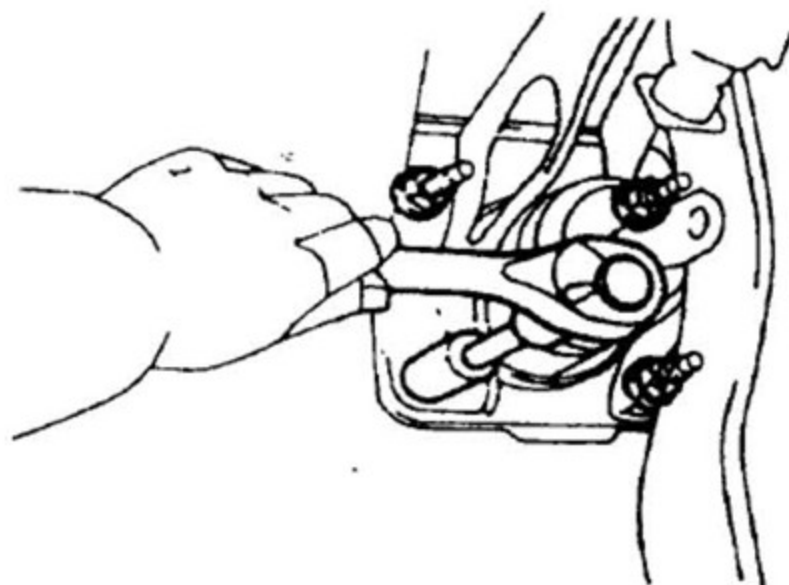

图3-10
- (2) 脱开制动灯连接器。
- (3) 拆下4个螺母和制动踏板支架, 如图3-10 所示。
(1) 用4个螺母安装制动踏板支架（见图3-10），拧紧力矩： $13\text{N} \cdot \text{m}$ 。
(2) 连接制动灯开关接头。
(3) 把螺栓装入制动踏板支架，拧紧力矩： $20\text{N} \cdot \text{m}$ 。